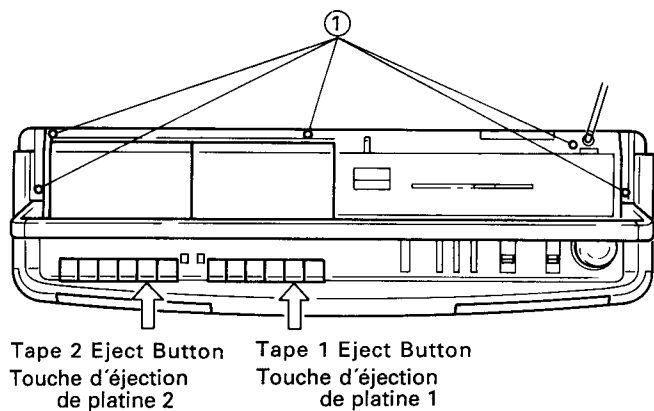

Fig.2
2. Removing the Top Panel (Fig.2)
2. Dépose du panneau supérieur (Fig.2)